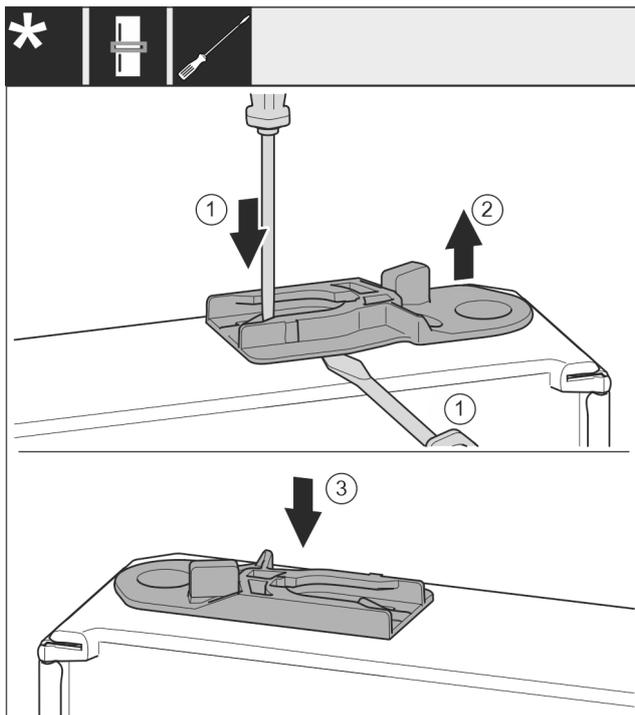

Fig. 38 *
- ▶ Izvucite čahuru za vođenje: Ravnim odvijačem pritisnite jezičac i istovremeno umetnite ravni odvijač ispod čahure za vođenje. Fig. 38 (1, 2)*
- ▶ Gurnite čahuru za vođenje koja je uključena u isporuku na drugoj strani uređaja. Fig. 38 (3)*